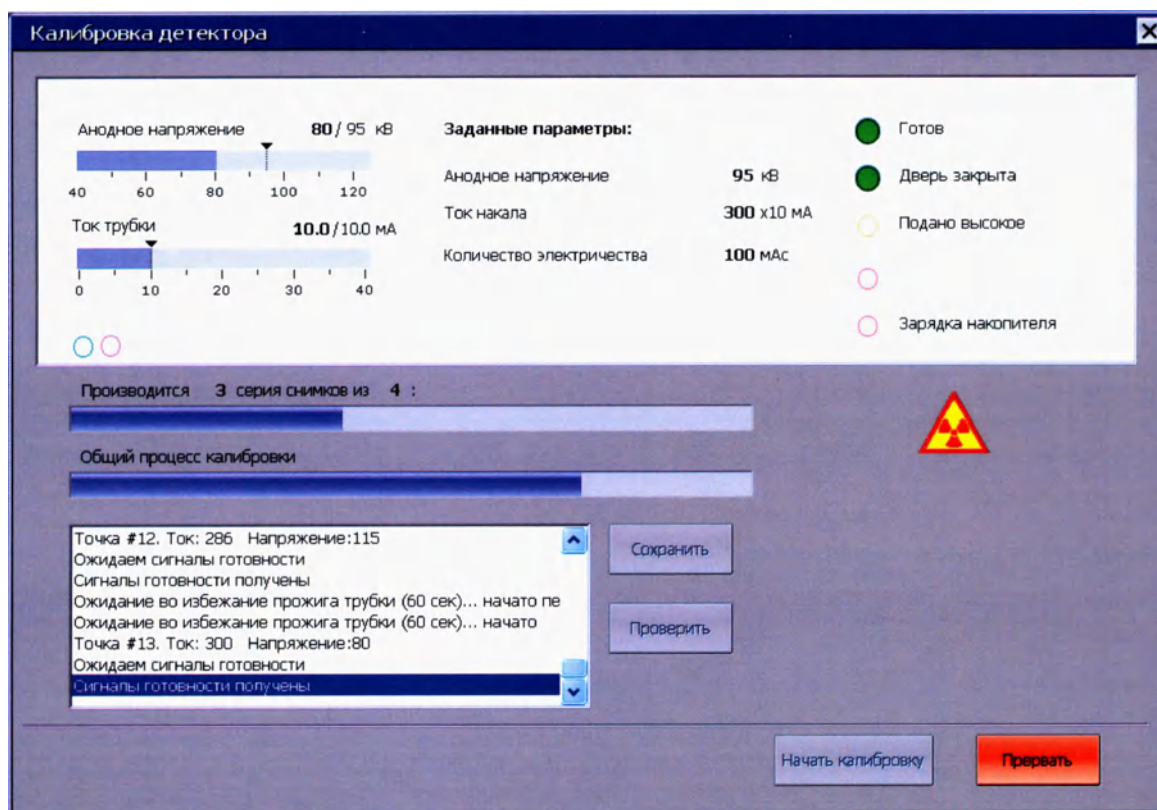

Рисунок 9 - Диалог калибровки детектора
7.2.9 На экран монитора будет выведено окно пульта управления «Калибровка детектора» (см. рис. 9).